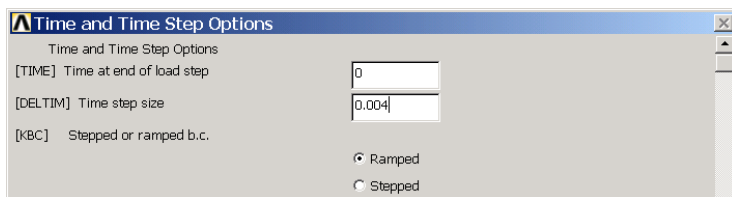

图10.34 设置时间步选项
(5) 单击 Main Menu>Solution>Load Step Opts>Time/Frequenc>Time - Time Step 菜单，弹出如图 10.34 所示的【Time and Time Step Options】对话框。在【Time step size】文本框中输入【0.004】，然后单击【OK】按钮。